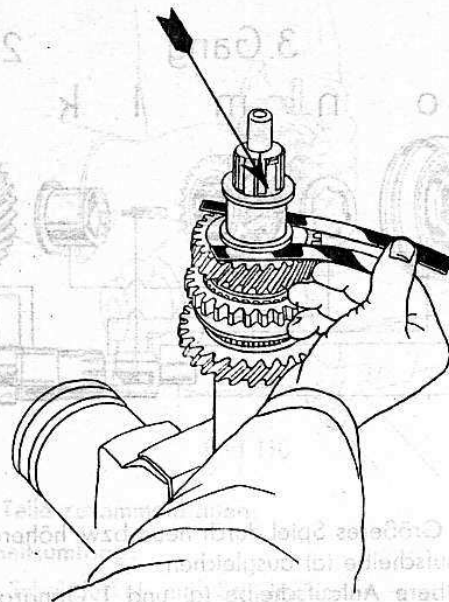

Bild 118
21. Anlaufscheibe (n) aufsetzen, Keilnute auf Wellenkeilfläche drehen. Lagerbuchse darf kein Längsspiel haben, dagegen muß 2. Gangrad (ii) Längsspiel (0,1 mm) beibehalten (Bild 118). Lagerbuchse und oberste Anlaufscheibe (n) in ihrer Höhe entsprechend auswählen oder auf Tuschierplatte mit Schmirgelleinen abziehen.
(vgl. Bild 118). Längsspiel des 3. Gangrades zwischen Bund der Lagerbuchse (k) und Anlaufscheibe (n) bis zu 0,1 mm (Bild 119).